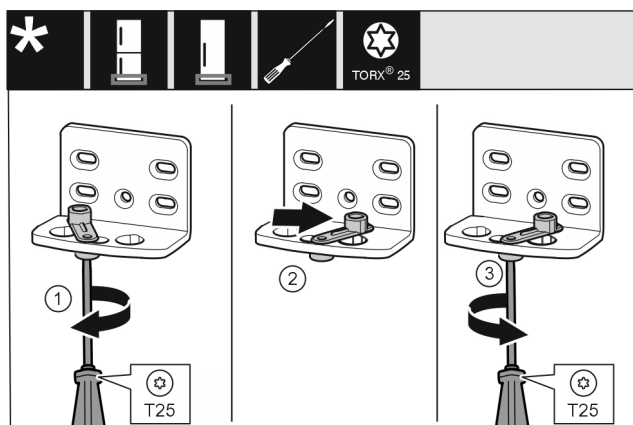

Fig. 14
- ▶ Βιδώστε πρόχειρα τη βίδα με κατσαβίδι T25. Fig. 14 (1)
- ▶ Ανασηκώστε το βοηθητικό κλεισίματος πόρτας και περιστρέψτε 90° προς τα δεξιά στην τρύπα. Fig. 14 (2)
- ▶ Σφίξτε τη βίδα με κατσαβίδι T25. Fig. 14 (3)